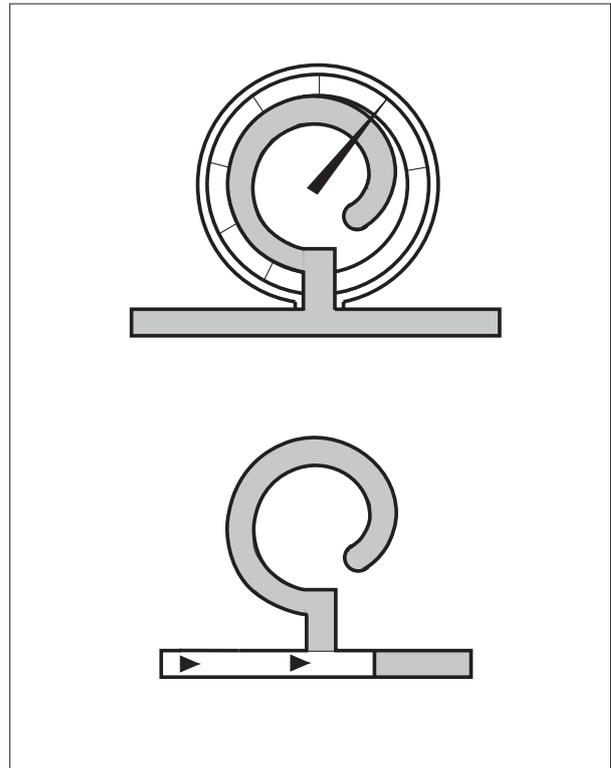

Bild 4
b) Kontinuierliches Spülen (Bild 4)